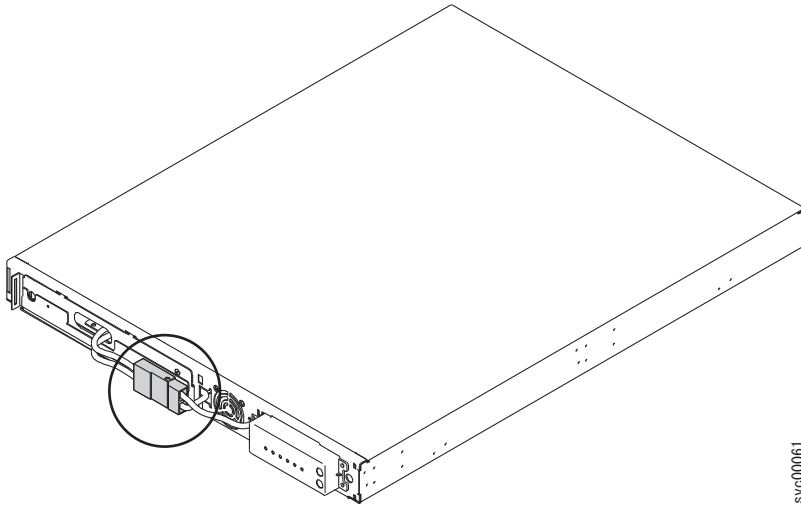

図 319. 内部バッテリー・コネクタを適所に収めた 2145 UPS-1U
7. 内部バッテリー・コネクタ (352 ページの図 319 の円内) を接続します。